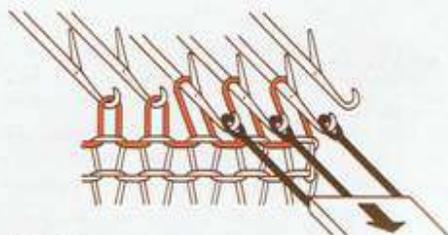

Fig. 45/A
2) AUGMENTATION DE 1 MAILLE A 3 MAILLES DU BORD (fig. 45)